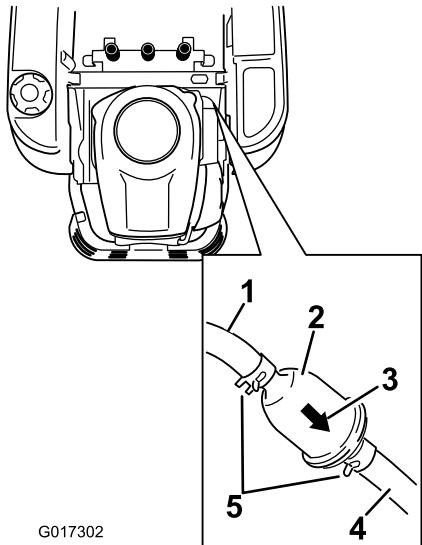

Figure 34
3. Repérez le filtre à carburant sur le côté du moteur, comme illustré (Figure 34).
4. Pincez les extrémités des colliers et faites glisser ceux-ci pour les éloigner du filtre (Figure 34).
6. Montez un filtre neuf en veillant à pointer la flèche indiquant le sens d'écoulement vers le moteur. Rapprochez les colliers de flexibles du filtre (Figure 34) pour le fixer en place.